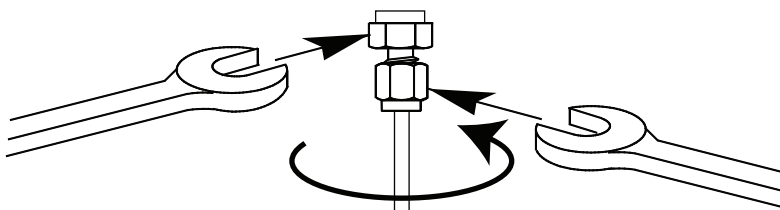

図 21 最終の締め付け
- 8 1/8 インチ (3.175 mm) Swagelok フィッティングには、スパナを 2 本使用し、フィッティングを 3/4 回転締めます (図 21 を参照)。